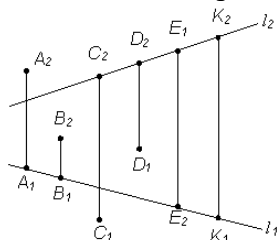

Рис. 7
3. Определить положение точек относительно прямой l (рис. 7).